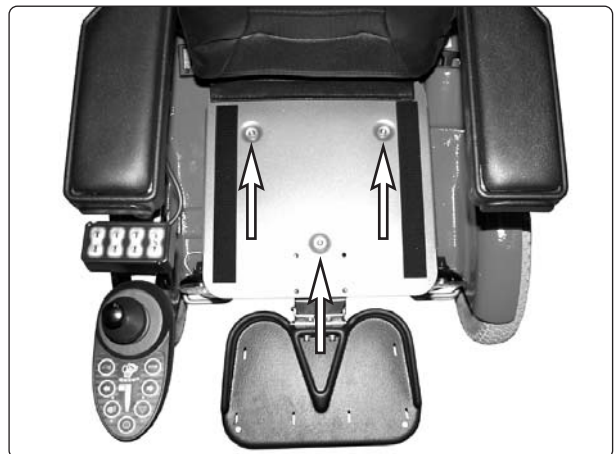

Abb. 5. Die Sitzplatte ist mit drei Schrauben befestigt.
2. Entfernen Sie die Sitzplatte. Sie ist mit drei Schrauben befestigt, siehe Abb. 5.